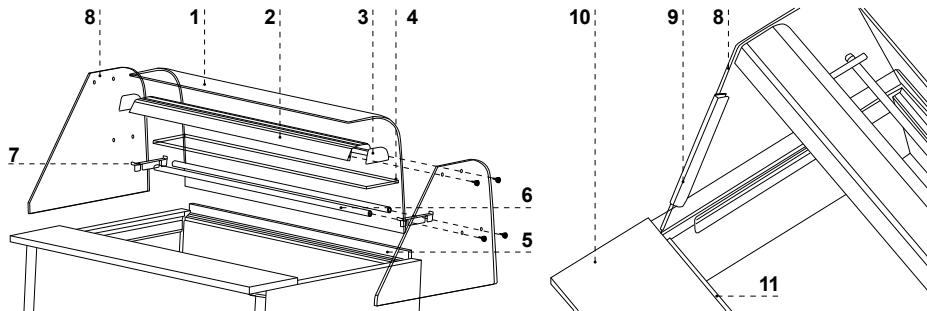

Abb.7 Einbau der Glasteile und Alulampe
1. Glasseiten anbringen Abb.7/8
2. Alulampe (mit Beleuchtung) an den Glasseiten einbauen Abb.7/2
3. Vorderscheibe einbauen, indem diese auf der Lampe und Glasseiten gestützt wird Abb.7/1
4. den Mantel für die Lampeleitung anbringen Abb.7/9 Der Leitungsmantel so an der Hinterseite der Glasseite anbringen, dass die Leitung, die aus der Lampe ausgeht, in dem Mantel versteckt wird und von der innerer Seite der Glasseite vorhanden wird.
5. Die Aluprofile für den Glasregal einbauen (Option) Abb.7/6
6. Glasregal einbauen Abb.7/4